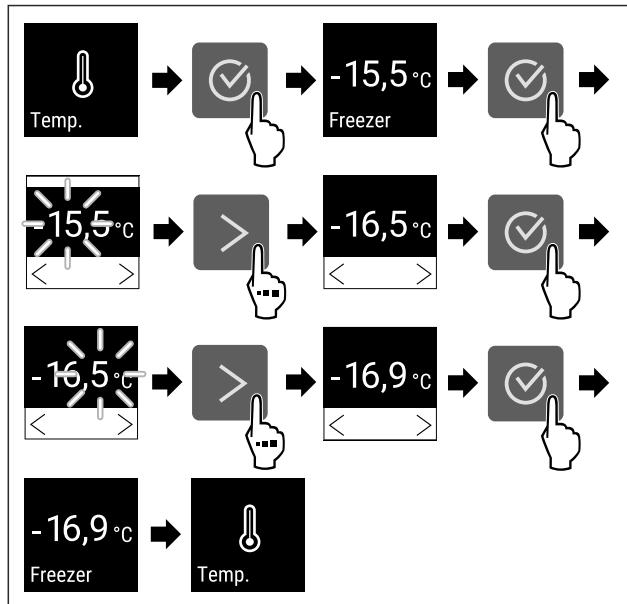

Fig. 65 Промяна на температурата от -15,5°C на -16,9°C
- ▶ Изпълнете стъпките (вж Fig. 65).